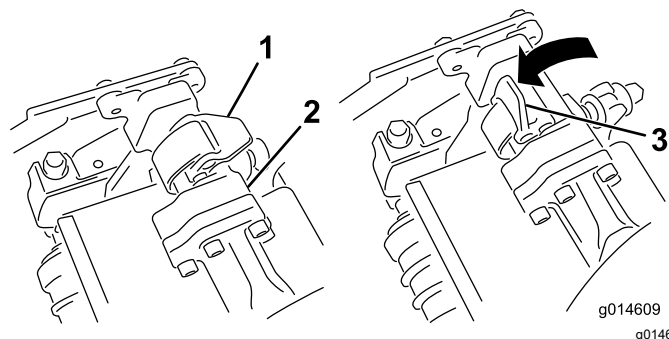
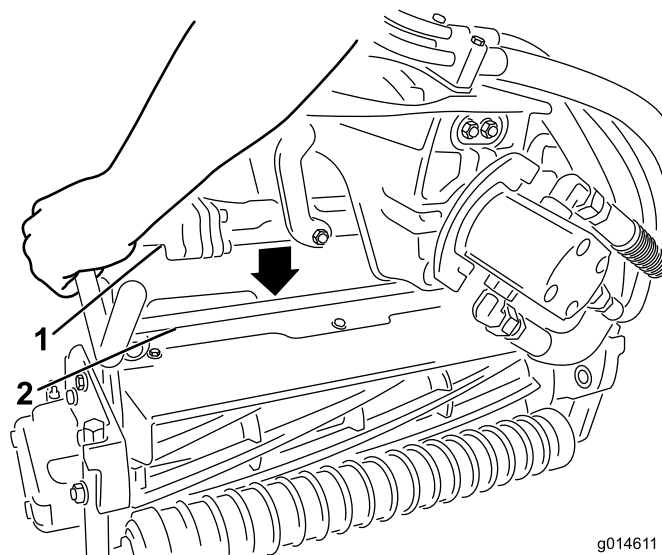

Figura 48
Figura 49
3. Com os fechos na barra do braço de suspensão a apontar para cima (i.e. abertos) (Figura 48), empurre o braço de suspensão para baixo de forma a que a barra passe pela barra através da parte superior da unidade de corte (Figura 49).
4. Feche os fechos para baixo e em redor da barra da unidade de corte e bloqueie-os no sítio (Figura 48).
- Abra os fechos na barra do braço de suspensão da unidade de corte que está a remover (Figura 48).